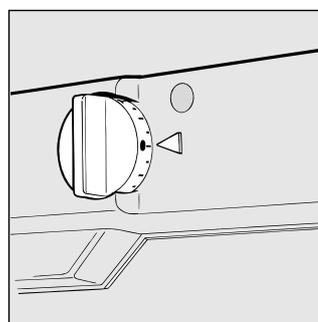

Fig. 3
- Si la escarcha ha superado los 5 mm hay que descongelarlo. Proceder del siguiente modo: colocar el botón para la regulación de las temperaturas "A" en la posición ● (Fig. 3); envolver todos los alimentos sobrecongelados y congelados en papel de diario poniéndolos en el refrigerador o en un lugar fresco. Dejar la puerta abierta para que la escarcha se derrita totalmente ayudándola con recipientes llenos de agua tibia.
- el orificio de descarga del agua de descongelación está tapado (ver fig. 3).